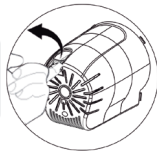

Figura 11
• Para desligar o sistema oscilante, levantar o botão conforme figura 11.